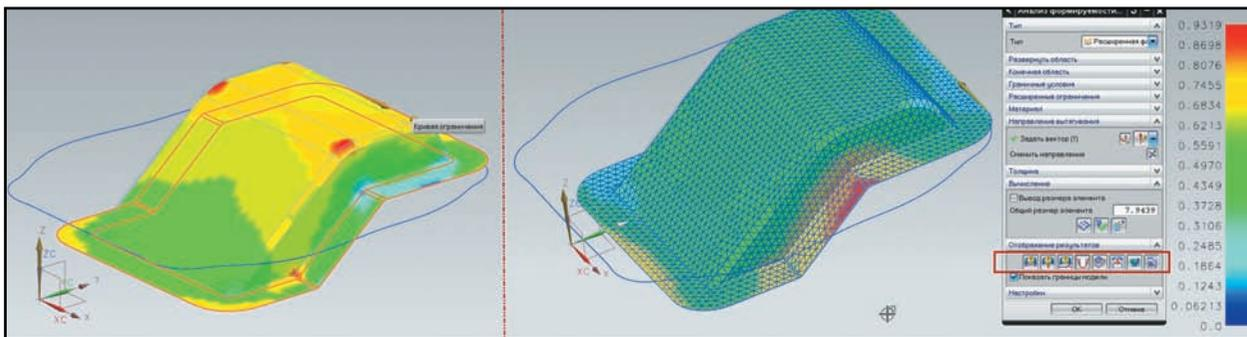

Рисунок 5.37. Результаты анализа
- С помощью кнопок управления результатами в блоке **Отображение результатов (Results Display)** просмотрите полученный результат расчета (рис. 5.37).